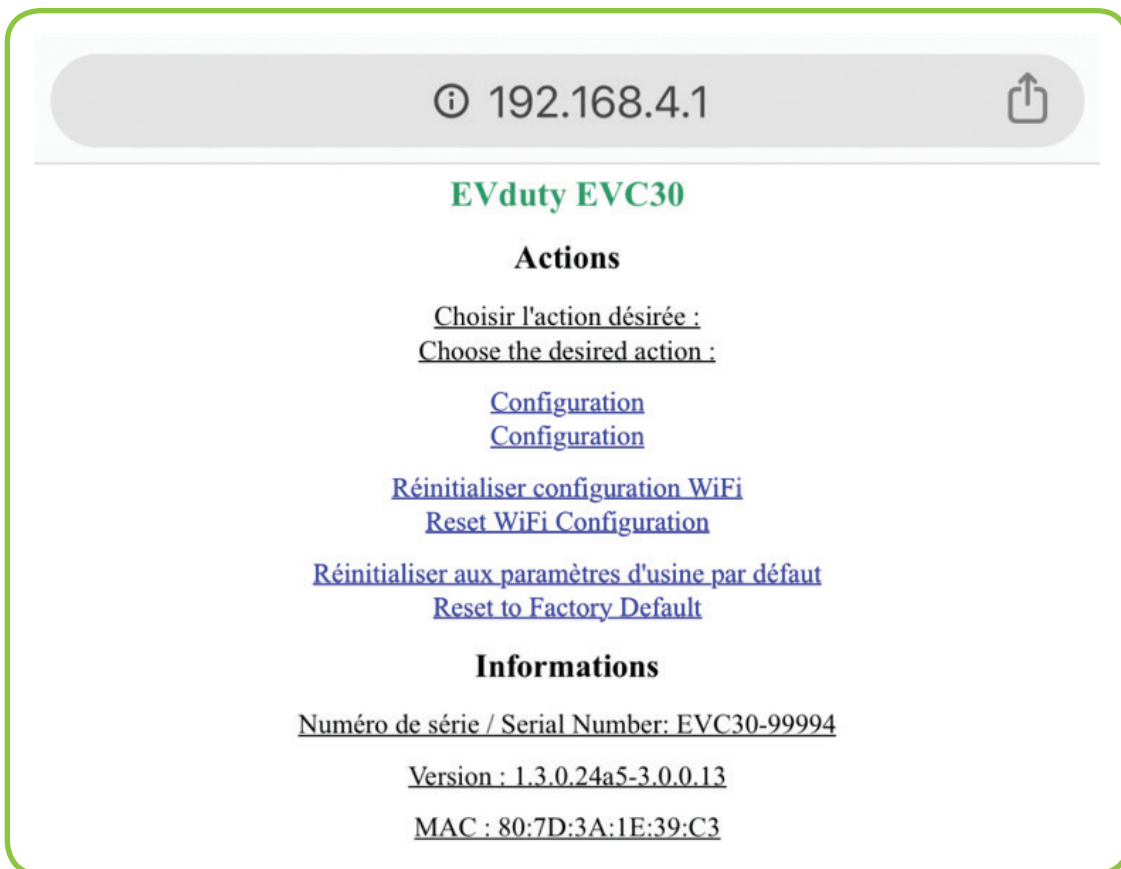

Figure 10 : Configuration borne EVC30 - Menu principal
8. Un menu principal va s'afficher (voir Figure 10). Cliquer sur « *Configuration* ».